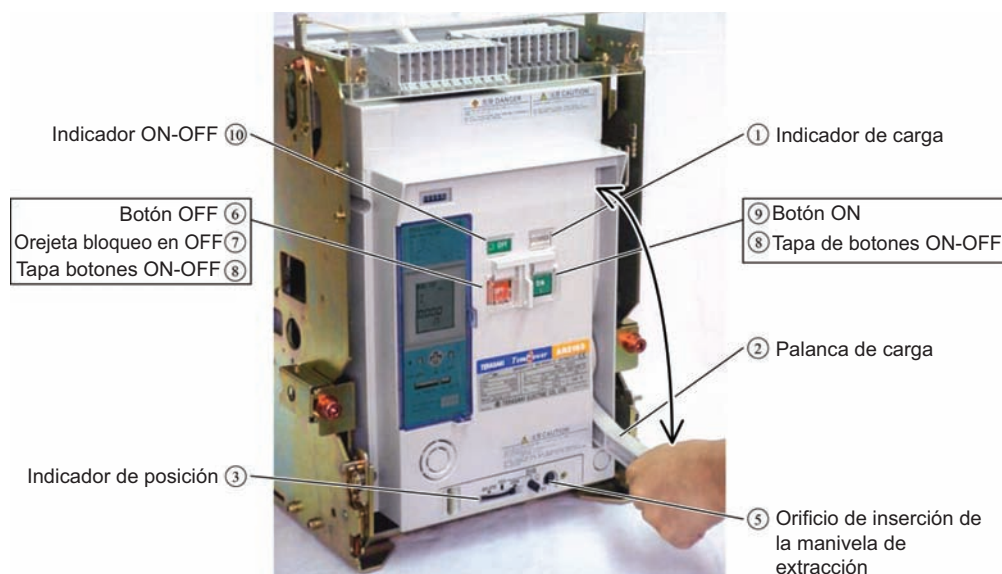

Fig. 23 Operación de carga y apertura
Accione la palanca de carga (Fig. 23 (2)) hasta que el indicador de carga (Fig. 23 (1)) muestre "CHARGED" (cargado). El accionamiento con recorrido completo de 10 a 13 veces cargará completamente los muelles de carga.
Cuando el indicador de carga (Fig. 23 (1)) cambia a "DISCHARGED" (descargado) mientras la tensión de funcionamiento especificada se aplica a los terminales del circuito de control [02] y [22], el motor de carga se activa para comenzar a cargar los muelles de cierre. Una vez completada la operación de carga, el indicador muestra "CHARGED" (cargado) y el motor de carga se desactiva automáticamente. La duración de la operación de carga motorizada depende de la tensión de funcionamiento o del tipo de interruptor de aire, pero no supera los 10 segundos.
1. El indicador de carga (Fig. 23 (1)) muestra "CHARGED" (cargado).
2. El indicador de posición (Fig. 23 (3)) muestra "CONN.", "TEST", o "ISOLATED" (conectado, prueba o aislado) (no se permiten posiciones intermedias).
3. La manivela de extracción no está colocada en el orificio de inserción (Fig. 23 (5)).
4. El botón OFF (Fig. 23 (6)) no está bloqueado con un candado en la orejeta para bloqueo en posición OFF (Fig. 23 (7)).
Abra la tapa de los botones ON-OFF (Fig. 23 (8)) y oprima el botón ON (Fig. 23 (9)). El interruptor de aire se cierra con un sonido. El indicador ON-OFF (Fig. 23 (10)) muestra "ON" y el indicador de carga (Fig. 23 (1)) muestra "DISCHARGED".
Oprima el interruptor ON ilustrado en la Fig. 17, 19. La bobina de cierre (LRC) (Fig. 17, 19) se excita y el interruptor de aire se cierra produciendo un sonido. El indicador ON-OFF (Fig. 23 (10)) muestra "ON" y el indicador de carga (Fig. 23 (1)) muestra "DISCHARGED" y el motor comienza a cargar los muelles de cierre.
Abra la tapa de los botones ON-OFF (Fig. 23 (8)) y oprima el botón OFF (Fig. 23 (16)). El interruptor de aire se abre produciendo un sonido. El indicador ON-OFF (Fig. 23 (10)) muestra "OFF".
Oprima el interruptor OFF ilustrado en la Fig. 17, 19. El dispositivo de desconexión en derivación (SHT) o el dispositivo de desconexión por mínima tensión de tipo fijo (Fig. 17, 19) se excitan y el interruptor de aire se abre produciendo un sonido. El indicador ON-OFF (Fig. 23 (10)) muestra "OFF".